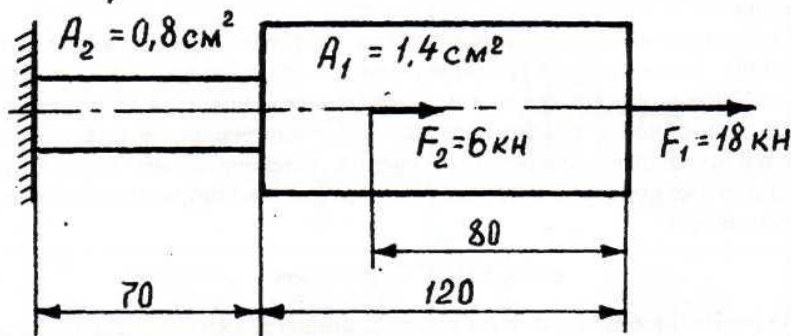

Рис. 13
**Пример 2.1.** Стальной ступенчатый брус (рис. 13) нагружен силами  $F_1 = 18 \text{ кН}$ ,  $F_2 = 6 \text{ кН}$ . Площади сечений ступеней  $A_1 = 1,4 \text{ см}^2$ ,  $A_2 = 0,8 \text{ см}^2$ . Определить прочность ступеней, наиболее нагруженный участок, удлинение бруса.